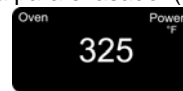

Fig. 6
- Presione el botón de horno una (1) vez para seleccionar la función de hornear ("Bake") o dos (2) veces para hornear con convección ("Convection/Fan Baking").
- Presione las flechas hacia arriba o hacia abajo para cambiar la temperatura a la deseada para el asado. (Fig. 6)